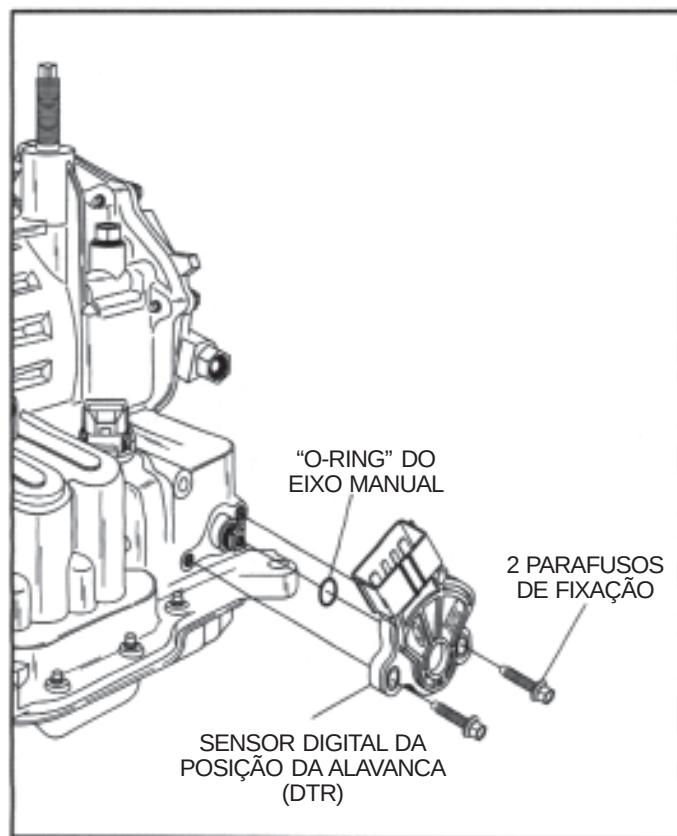

Figura 191
5. Instale o sensor da posição da alavanca (DTR) com os dois parafusos, apertando-os apenas levemente, conforme ilustrado na Figura 191.
Obs.: Confira se o "O-Ring" está na posição correta no eixo manual (Vide Figura 191).